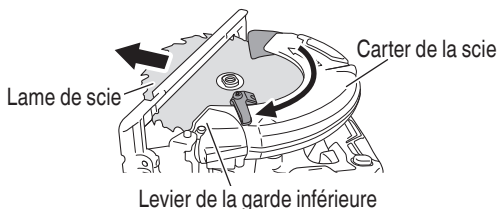

Fig. 14
- (2) Appuyer sur le levier de verrouillage, verrouiller l'arbre, et retirer le boulon à bride hexagonal et la rondelle (B) à l'aide de la clé hexagonale 5 mm.
- (3) Tout en tenant le levier de la garde inférieure pour maintenir la garde inférieure complètement rentrée dans le carter de la scie, retirer la lame de scie (Fig. 14).